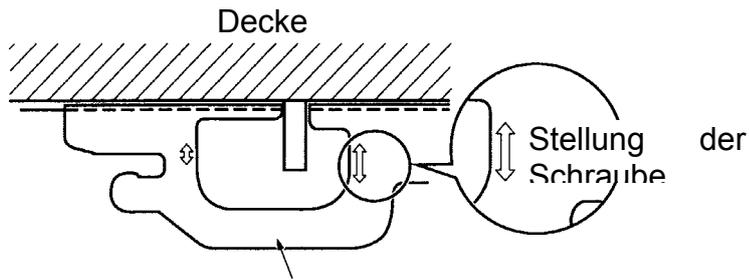

Abb. 27 Halter des Gehäuses
- Überprüfen Sie, ob das Ende der Ringschraube in den mit den Pfeilen bezeichneten Grenzen ist. Korrigieren Sie die Befestigung des Halters des Gehänges, wenn sie außer der bezeichneten Stellung ist (siehe Abb. 27).